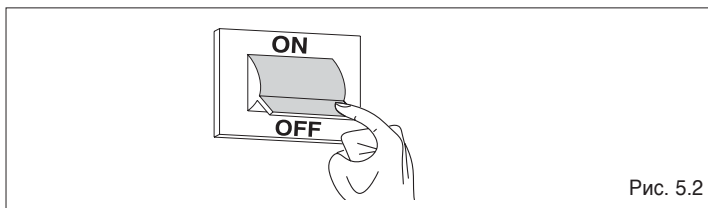

Рис. 5.2
- Отключите питание общим выключателем (Рис. 5.2);